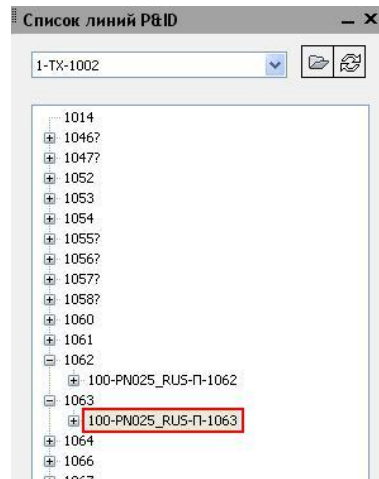

Рис. 83
- В окне списка линий выберите чертеж **1-TX-1002**, нажмите на плюс рядом с номером **1063** и выделите линию **100-PN025_RU-П-1063** (Рис. 83).